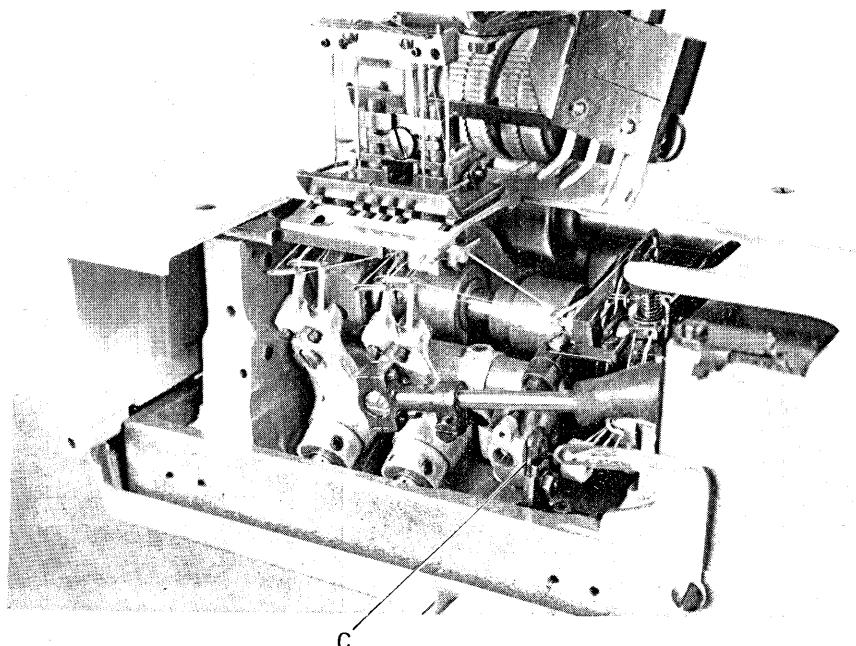

Fig. 62
- 4) Premere lo stesso bottone A, spingendolo verso il basso. Questa manovra permette di ruotare verso l'operatrice i porta crochets e quindi i crochets liberandoli dall'ingombro della placca ago e rendendoli visibili per facilitare l'infilatura (un dispositivo di sicurezza C non permette il ribaltamento dei crochets quando gli aghi si trovano al punto morto inferiore (fig.62).
- 4) Push the same button A, pressing it downwards, to permit the looper-holder assembly to be swung towards the operator so that the loopers are uncoupled from needle plate and made visible for easier threading (a security device C prevents the swinging out of loopers when needles are at the lower most position (fig.62)